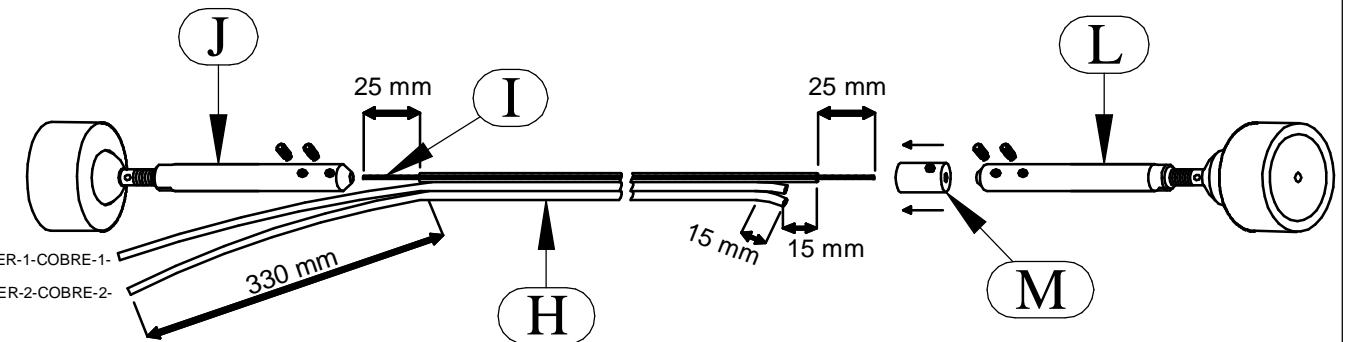

Fig. 3
**SISTEMA DI TIRAGGIO [ Fig. 2, 3, 4 ]:** Prendere il filo (H) [ Fig. 2 ] accorciare il cavo in acciaio di 305 mm e successivamente spellarlo di 25mm. Inserire il cavo in acciaio (I) all'interno del manicotto (J) e bloccarlo tramite i due grani (K) [ Fig. 3 ]. Tendere il cavo il più possibile, fino ad arrivare in prossimità del tirante posto nella parete opposta e tagliare in corrispondenza della testa del manicotto (L) [ Fig. 2 ]. Accorciare i due cavi di tensione di 40 mm e dividerli uno dall'altro di 15 mm al massimo. Spelare il cavo in acciaio di 25 mm. Inserire i cavi nella boccia in plastica (M) prestando attenzione a far passare il cavo in acciaio nel foro passante e di inserire i due cavi di tensione nei fori ciechi. Ad operazione completata bloccare il tutto tramite il grano (N) [ Fig. 3 ]. Inserire il cavo in acciaio (O) all'interno del manicotto (L) e bloccarlo tramite i due grani (P). Tendere la linea [ Fig. 4 ] tenendo fermo il manicotto (J) con una chiave da 8 (Q), inserire un perno (R) nell'apposito foro e farlo girare come indicato nell'illustrazione. Effettuare la stessa operazione sul tirante opposto e continuare finché il cavo (H) non è teso.
**PULLING SYSTEM [ Fig. 2, 3, 4 ]:** Take the wire (H) [ Fig. 2 ] shorten the 305 mm steel cable and then peel it for 25 mm. Insert the steel cable (I) into the connecting sleeve (J) and lock it with the 2 joint pins (K) [ Fig. 3 ]. Pull the cable as more as you can, until it gets near the tie rod in the opposite wall and cut in correspondence of the head of the connecting sleeve (L) [ Fig. 2 ]. Shorten the two voltage 40 mm cables and divide them for 15 mm max. Peel the 25 mm steel cable. Insert the cables in the plastic bush (M) paying attention to let the cable get into the hole and insert the two voltage cables in the blind holes. Once this is done, lock everything with the joint pin (N) [ Fig. 3 ]. Insert the steel cable (O) into the connecting sleeve (L) and block it using the two grips (P). Tight the system line [ Fig. 4 ] and with a nr.8 drill (Q) insert the joint pin (R) into its hole and twist it as shown on the drawing. Do the same on the opposite tie rod and go on until the cable (H) is well tightened.
**SYSTÈME DE TRAIT [ Fig. 2, 3, 4 ]:** Prendre le fil (H) [ Fig. 2 ] de raccourcir le bande d'acier de câble de 305 mm et 25 mm plus tard. Insérez le câble d'acier (I) à l'intérieur du manchon (J) et sécurisée en utilisant les deux grains (K) [ Fig. 3 ]. Tirez sur le fil que possible, jusqu'à ce que vous obtenez près de la place en tirant dans le mur d'en face et coupé à la tête du cylindre (L) [ Fig. 2 ]. Raccourcir les deux câbles de tension de 40 mm et les diviser entre eux par 15 mm de large. Dénudez le câble d'acier de 25 mm. Insérez les fils dans le manchon en plastique (M) en prenant soin de faire passer le câble d'acier dans le trou et insérer les deux câbles de tension dans les trous borgnes. Lorsque l'opération est achevée le bloquer à travers le grain (N) [ Fig. 3 ]. Insérez le câble d'acier (O) à l'intérieur du manchon (L) et de verrouillage par les deux perles (P). Serrer la ligne [ Fig. 4 ] tenant le manche (J) avec une clé de 8 (Q), insérez une épingle (R) dans le trou et lancez-le comme indiqué. Faites la même chose sur la tige opposée et continuera jusqu'à ce que le câble (H) est tendu.
**SISTEMA DE TIRO [ Fig. 2, 3, 4 ]:** Tome el alambre (H) [ Fig. 2 ] para acortar la franja de cable de acero de 305 mm y 25 mm más tarde. Inserte el cable de acero (I) dentro de la manga (J) y asegúralo con los dos granos (K) [ Fig. 3 ]. Tirar del cable como sea posible, hasta llegar cerca del lugar de tirar en la pared opuesta y cortes en la cabeza del cilindro (L) [ Fig. 2 ]. Acortar los dos cables de tensión de 40 mm y dividirlos entre sí por 15 mm de ancho. Pelar el cable de acero de 25 mm. Inserte los cables en la funda de plástico (M), teniendo cuidado de pasar el cable de acero en el agujero e introducir los dos cables de tensión en los agujeros ciegos. Cuando se completa la operación de bloquearlo a través del grano (N) [ Fig. 3 ]. Inserte el cable de acero (O) dentro de la manga (L) y el bloque a través de las dos cuentas (P). Apriete la línea [ Fig. 4 ] la celebración de la manga (J) con una clave de 8 (Q), inserte un afiler (R) en el orificio y ejecutarlo como se muestra. Haz lo mismo en la barra contraria y continuar hasta que el cable (H) es tensa.
**ZUG SYSTEM [ Fig. 2, 3, 4 ]:** Nehmen Sie den Draht (H) [ Fig. 2 ], um das Kabel Stahlband von 305 mm und 25 mm höher zu verkürzen. Legen Sie das Stahlseil (I) im Inneren der Hülse (J) und befestigen Sie die beiden Körner (K) [ Fig. 3 ]. Ziehen Sie den Draht wie möglich, bis Sie in der Nähe der Stelle ziehen in die gegenüberliegende Wand und schneiden an der Spitze des Zylinders (L) [ Fig. 2 ] erhalten. Verkürzen Sie die beiden Zugseile von 40 mm und teilen sie voneinander durch 15 mm breit. Streifen das Stahlseil von 25 mm. Legen Sie die Drähte in der Kunststoff-Hülse (M) unter Beachtung der Stahlseil in das Loch passieren Sie die beiden Spanselle in Sacklöchern. Wenn der Vorgang abgeschlossen ist, blockieren Sie durch das Korn (N) [ Fig. 3 ]. Legen Sie das Stahlseil (H) im Inneren der Hülse (L) und Schloss durch die beiden Perlen (P). Ziehen Sie die Zelle [ Fig. 4 ] Halten der Hülse (J) mit einer Schlüssellänge 8 (Q), legen Sie eine PIN (R) in das Loch und führen Sie es wie dargestellt. Machen Sie dasselbe auf der gegenüberliegenden Stange und weiter, bis das Kabel (H) straff ist.